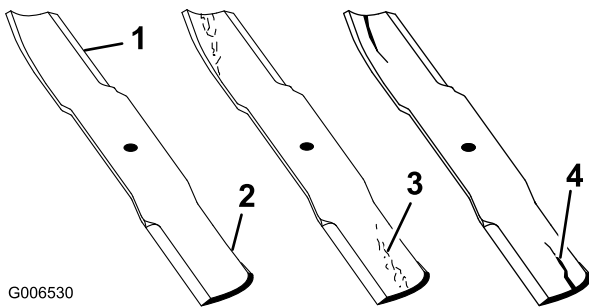

Figure 79
1. Examinez le tranchant des lames (Figure 79).
2. Inspectez les lames, surtout la partie incurvée (Figure 79).
Remplacez immédiatement toute lame endommagée, usée ou qui présente une entaille (Figure 79).